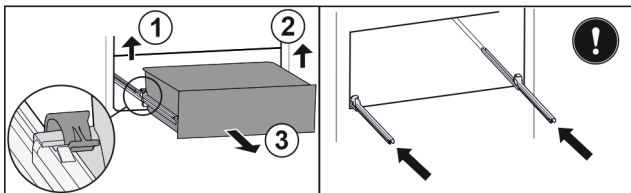

Fig. 79
- ▶ Nosta vasenta pidikettä ja vedä samalla vetolaatikkoa vasemmalta eteenpäin. Fig. 79 (1)
- ▶ Nosta oikeanpuolista pidikettä ja vedä samalla vetolaatikkoa oikealta eteenpäin. Fig. 79 (2)
- ▶ Poista vetolaatikko vetämällä sitä eteenpäin. Fig. 79 (3)